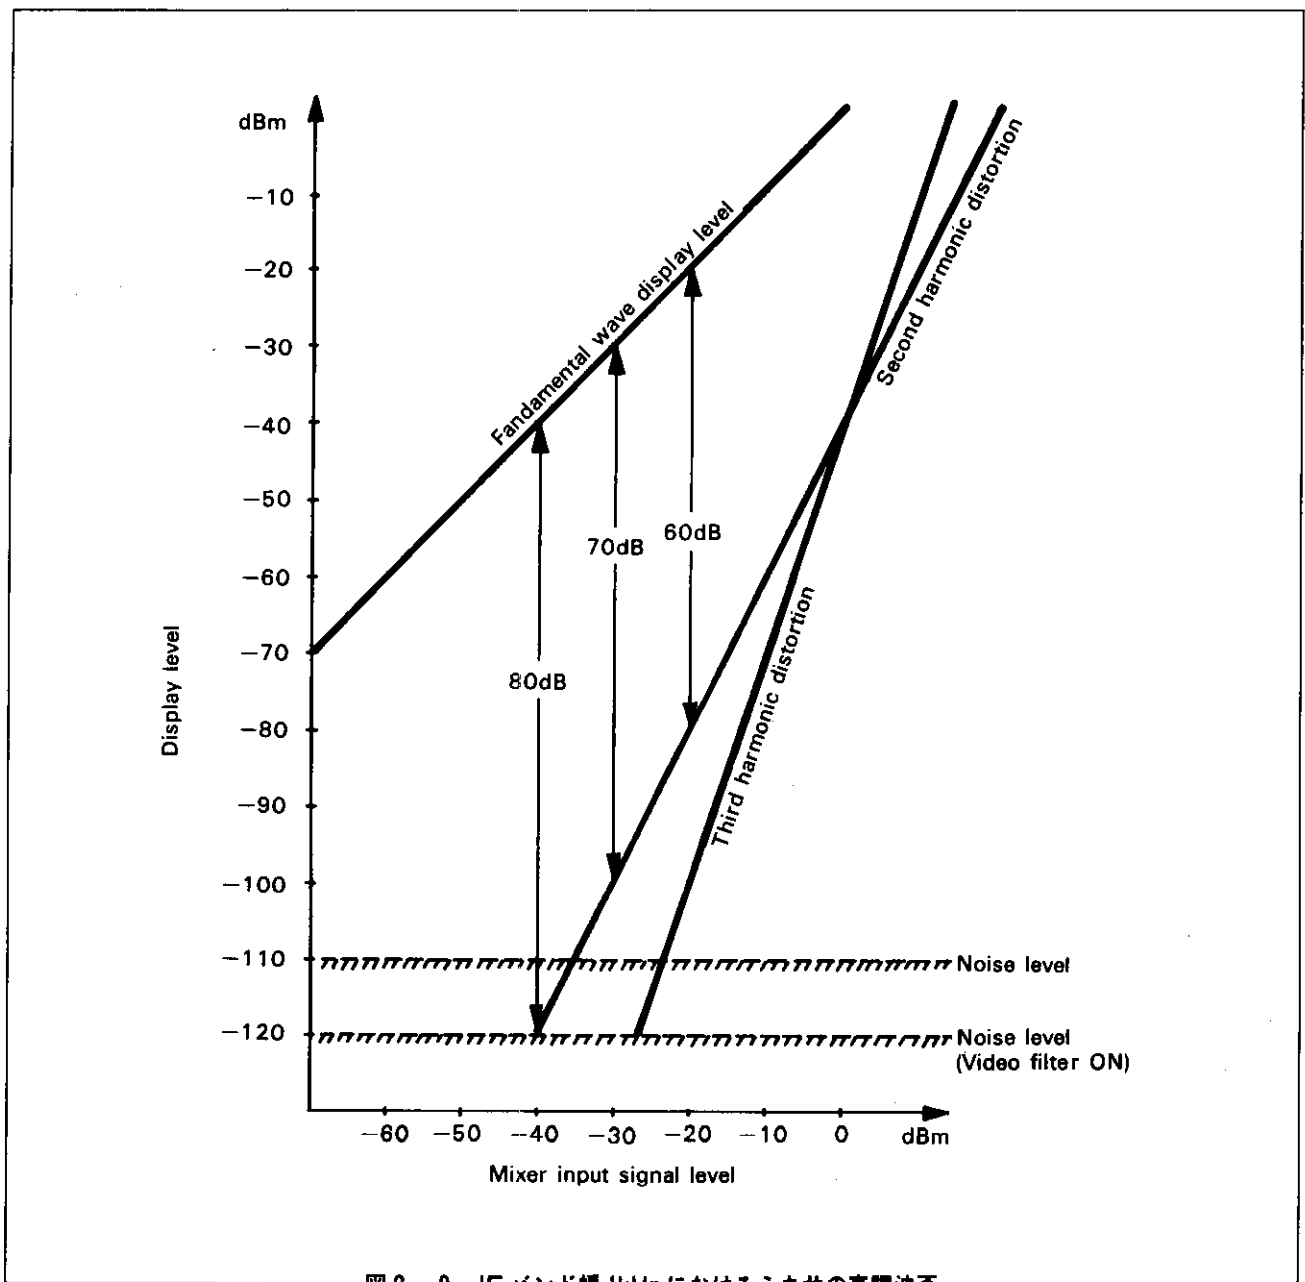

図2-9 IFバンド幅1kHzにおけるミキサの高調波歪
8. 高調波歪や、スプリアス測定においては、内部ミキサ部で発生する高調波歪に注意しなければなりません。このミキサ部で発生する高調波歪は、〔図2-9〕に示しますように、ミキサに-30dBmの信号を入力したとき2次高調波歪は-70dB、すなわち-100dBm発生し、ミキサ入力レベルが10dB変化すると20dB変化します。したがって、信号より60dB以下の高調波を測定する場合には、ミキサ入力レベルを-20dBm~-40dBmになるように**INPUT ATT.**を調整します。